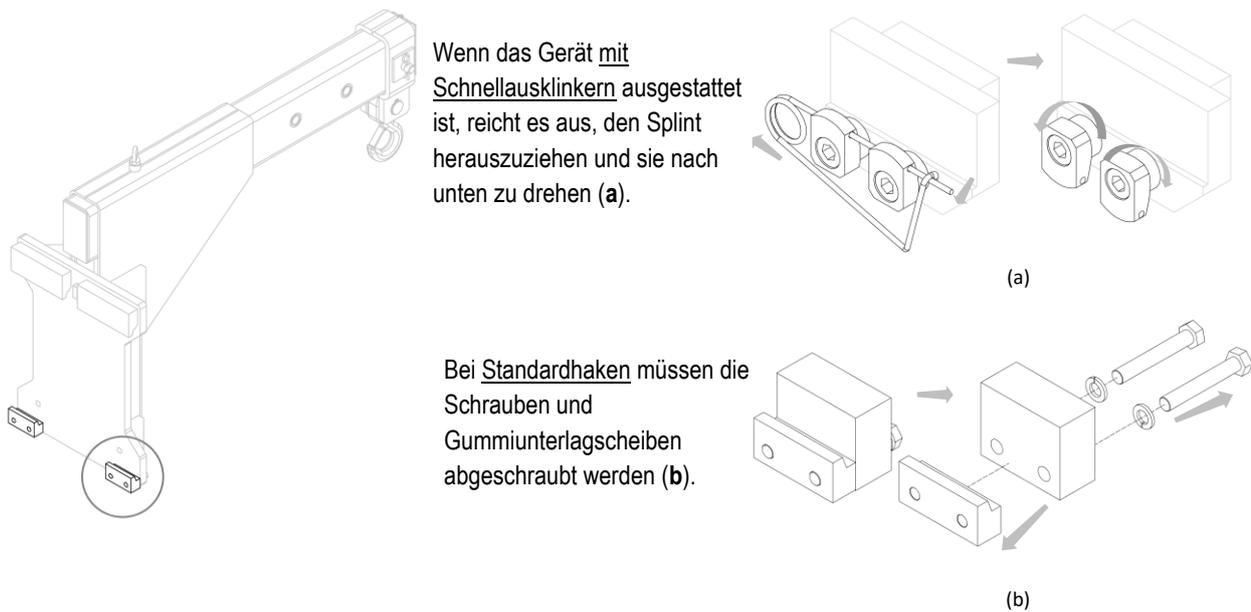

Abbildung 3
3. Nehmen Sie die Innenbacken vom Gerät ab (siehe *Abbildung 3*).
1. Nehmen Sie die unteren Haken aus dem Gestell (siehe *Abbildung 3* auf S.11).